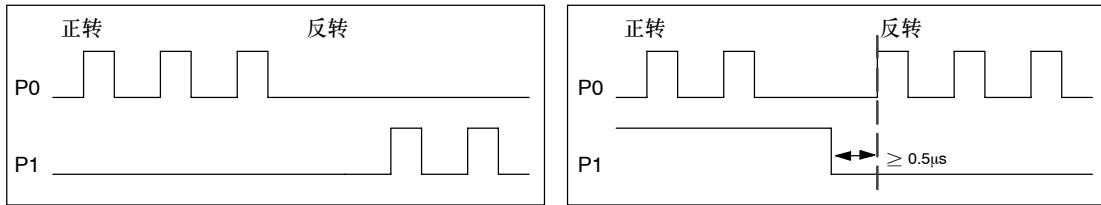

图9-11 正极性的转向选项
- 使用Pulse and Directional Outputs标签页用来选择输出极性和方向控制方式。对于极性和方向控制方式设置的作用，见图9-11和9-12。